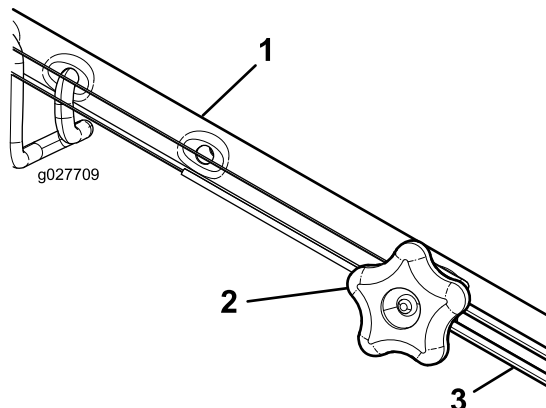

Figura 39
1. Gire el pomo de ajuste en sentido antihorario para aflojar el cable (Figura 39).
2. Ajuste la tensión del cable (Figura 39) tirando del mismo hacia atrás o empujándolo hacia adelante, y manténgalo en esa posición.